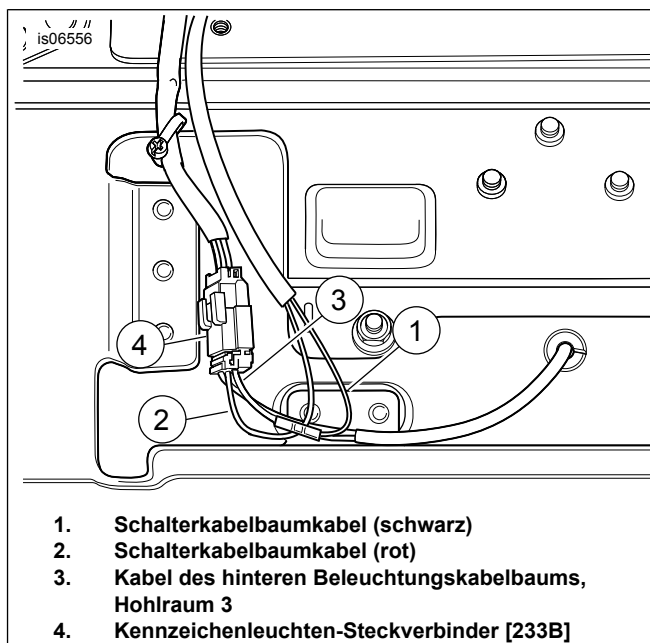

Abbildung 4. Kennzeichenleuchten-Steckverbinder (2010er Modelle)
- d. Siehe Abbildung 4. Den Kennzeichenleuchten-Steckverbinder [233B] (4) vom Steckverbinder des hinteren Beleuchtungskabelbaums [233A] abklemmen.